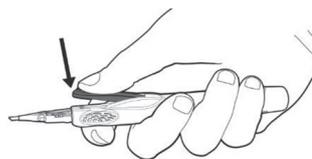

図3a
10. プランジャーが前方に移動し眼内レンズが折り曲がるよう、速度調節レバーを完全に押し下げる（図3a）。光学部の前方エッジがノズルの一時停止位置に到達したら速度調節レバーを放し、眼内レンズの移動を停止させる（図3b）。